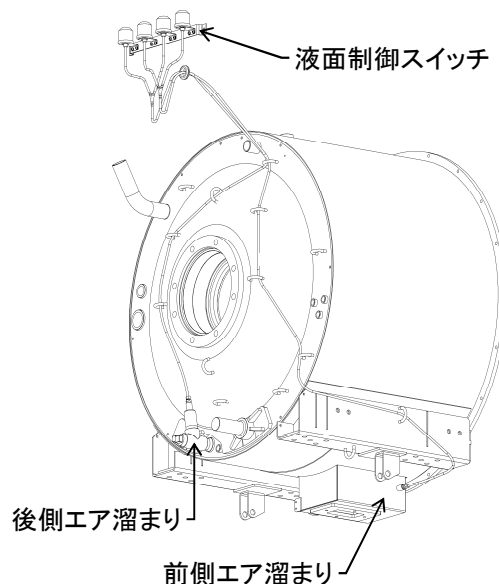
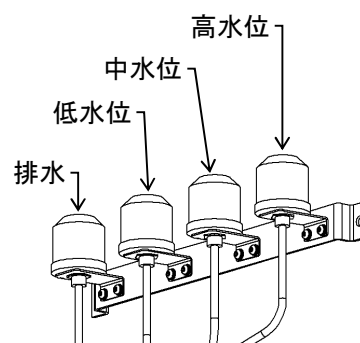

図 8-7
図 8-8
### 8. 3. 4 液面制御スイッチ(図8-7)
2) 液面制御スイッチの点検(図8-7、図8-8)